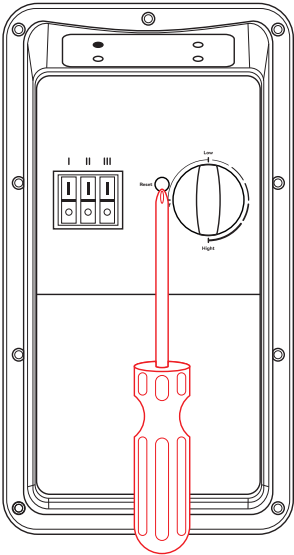

Рис. 3
При повышении температуры воды выше значения +90°C срабатывает термовыключатель, экстренного отключения ТЭНа. Для возврата прибора в рабочее состояние необходимо нажать до щелчка кнопку термовыключателя (Рис. 3).
Рестарт ограничителя температуры: после срабатывания защиты от перегрева сначала выключите питание, затем сдвиньте подвижную крышку блока управления вверх, вставьте отвертку (диаметр головки > Ø6 мм) в отверстие RESET, как показано на Рис. 3, нажмите до щелчка для возврата пружины термоограничителя.
2. Водонагреватель оснащен термовыключателем, который прекратит подачу электроэнергии к ТЭНу, при перегреве воды. Если водонагреватель включен в сеть, но не происходит нагрев воды и не горит индикатор подключения к электросети, значит отключился или не был включен термовыключатель. Для возврата водонагревателя в рабочее состояние необходимо: отключить питание от электроводонагревателя и в отверстие RESET, как показано на Рис. 3., нажмите до щелчка для возврата пружины термоограничителя.